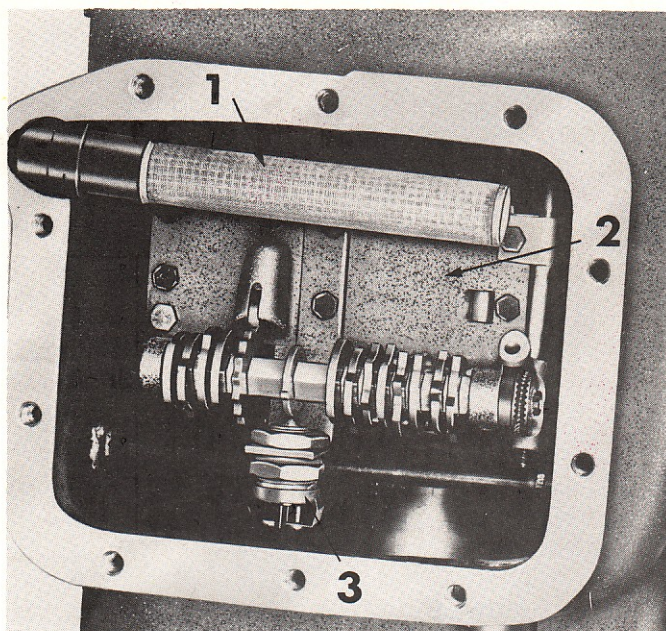

FIGURE 40 : Dépose du couvercle inférieur —
2. Déposer le filtre d'admission d'huile représenté Figure 40.